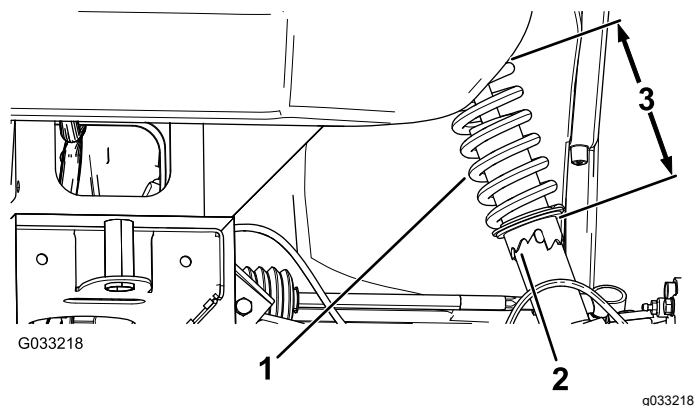

図 57
2. キャンバの調整が必要な場合には、スパナレンチでショックアブソーバのカラーを回してホイールを整列させる **図 57**。